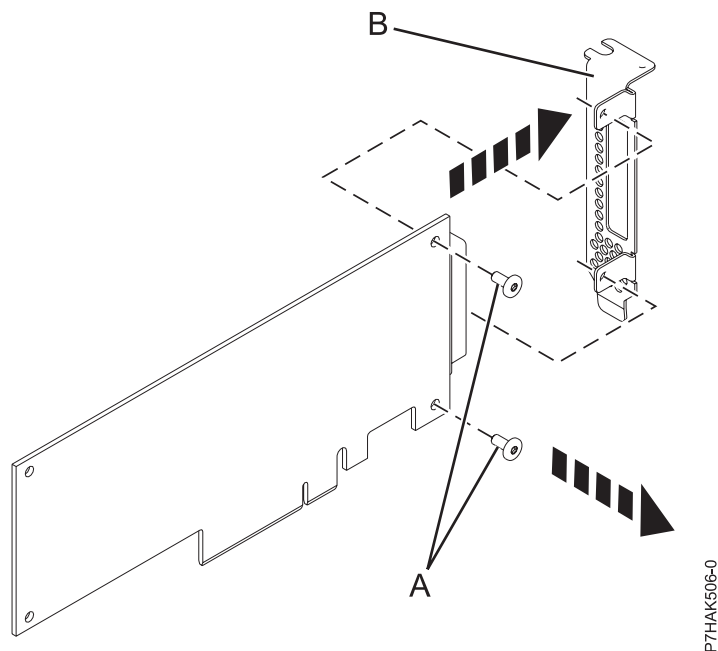

Figura 31. Extracción de la contrapunta de perfil bajo de un adaptador PCI anómalo
4. Mediante un destornillador Phillips, desenrosque los dos tornillos (A) que sujetan la contrapunta (B) al adaptador PCI anómalo, como se muestra en la Figura 31.